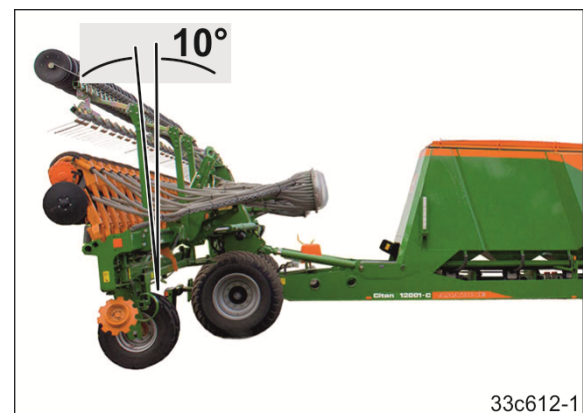

Bild 229
4. Aktivera traktorns styrenhet *grön 1* tills den bakre ramen står ca 10° innan vertikalläge (se Bild 229).
Korriger eventuellt den bakre ramens lutning (se Bild 229).